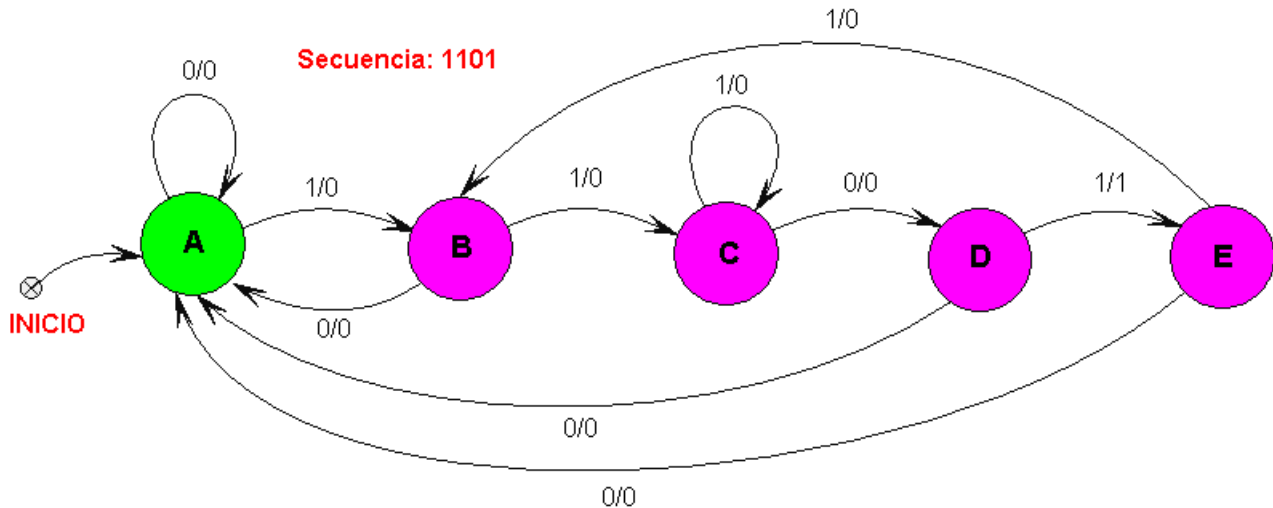

Ilustración 1 Máquina de Mealy que detecta la secuencia 1101.
1. Aplicar toda la metodología de diseño para circuitos secuenciales y diseñar un circuito que detecte la secuencia 1101. Observe la máquina de Mealy que se muestra en la ilustración 1.
El PLD2 contiene el bloque de la máquina de Mealy de la ilustración 1 y un convertidor de código. La señal de entrada X toma los bits del registro genérico a través del bit Q0 que esta implementado en el PLD1.